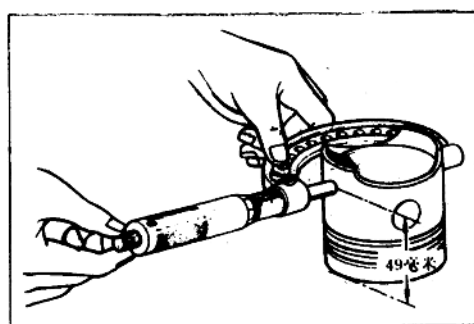
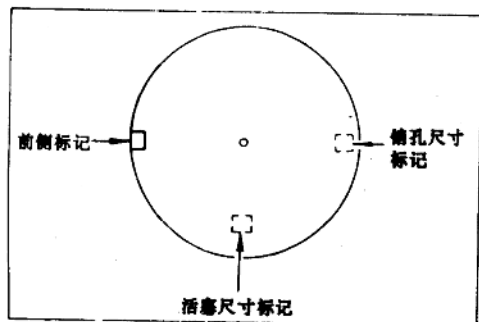

图 1-26
图 1-27
1. 检查气缸体端面的平面度,使用极限 0.05 毫米,缸径标准值 $\phi 72.00 \sim \phi 72.05$ 毫米,使用极限 $\phi 72.15$ 毫米。检查活塞裙部尺寸,如图 1-26 所示,在活塞销垂直方向,距活塞顶 49 毫米处,标准值为 $\phi 71.96 \sim \phi 72.01$ 毫米。气缸与活塞的间隙,标准值为 0.03~0.05 毫米,使用极限 0.1 毫米,超过极限应更换活塞或搪缸,换加大号活塞,新活塞尺寸标在活塞顶上,如图 1-27 所示。
1. 先将活塞与连杆组装在一起,将活塞加热至 70~80 度,让活塞顶上的前侧标记,如图 1-27 所示,与连杆杆身上的 $\odot$ 标记放在同一侧,然后推入活塞销,并装上活塞销卡圈,安装活塞环时应将有标记的一面朝上。